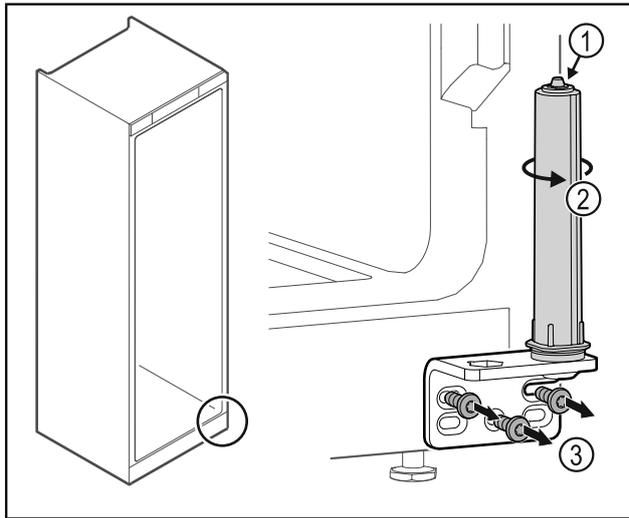

Fig. 35
- ▶ Ne pas désassembler le système de fermeture de la porte Fig. 35 (1).
- ▶ Tourner le système de fermeture Fig. 35 (2) jusqu'à entendre un clic.
- ▶ Dévisser l'équerre de la charnière Fig. 35 (3).